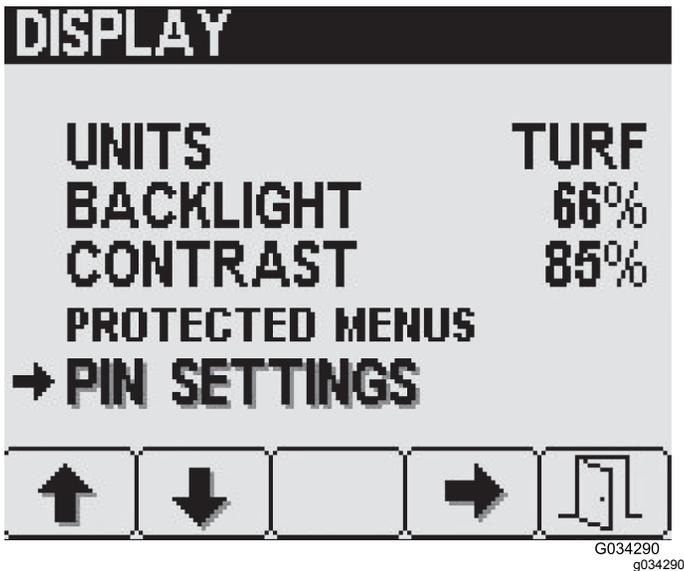

図 31
- 表示 Display 画面でボタン 2 で PIN 設定 PIN Settings へ移動し、ボタン 4 でそれを選択する 図 31。
1. PIN 設定PIN Settings画面でボタン2で PIN 変更PIN Changeへ移動し、ボタン4でそれを選択する 図 31。